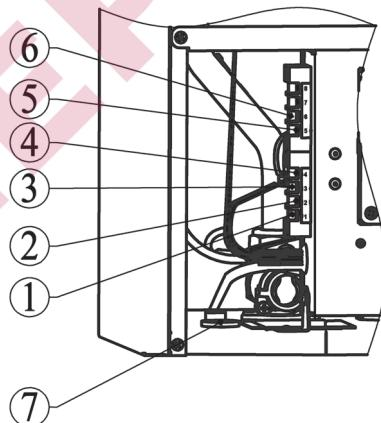

Рис. 11. Подключение дополнительных устройств
- удалить перемычку между клеммами 1 и 2 на колодке блока управления (рисунок 11);
- пронести двухпроводной кабель, идущий от термостата, через проходную муфту 5 в корпусе и подключите его к клеммам 1 и 2 (рисунок 11);
- пронести двухпроводной кабель, идущий от датчика, через проходную муфту 5 в корпусе и подсоедините его к клеммам 3 и 4 (рисунок 11);
– Продеть двухпроводной кабель, идущий от термостата БКН, через проходную муфту 7 в корпусе котла и подсоедините его к клеммам 5 и 6 (рис. 11)
– Продеть двухпроводной кабель, идущий от датчика температуры БКН, через проходную муфту 7 в корпусе котла и подсоедините его к клеммам 5 и 6 (рис. 11)